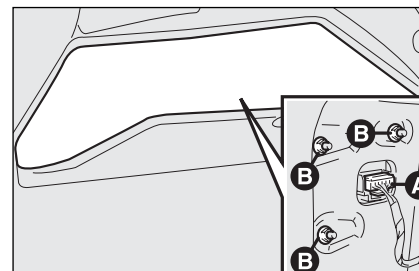

fig. 30
- ☐ de l'intérieur du coffre à bagages dégager le connecteur **A-fig. 30**, dévisser les 3 écrous **B** en se servant de la prolonge (lorsqu'elle est prévue) utilisée pour visser les boulons de la roue (fournie avec la boîte à outils) et enlever le groupe optique.